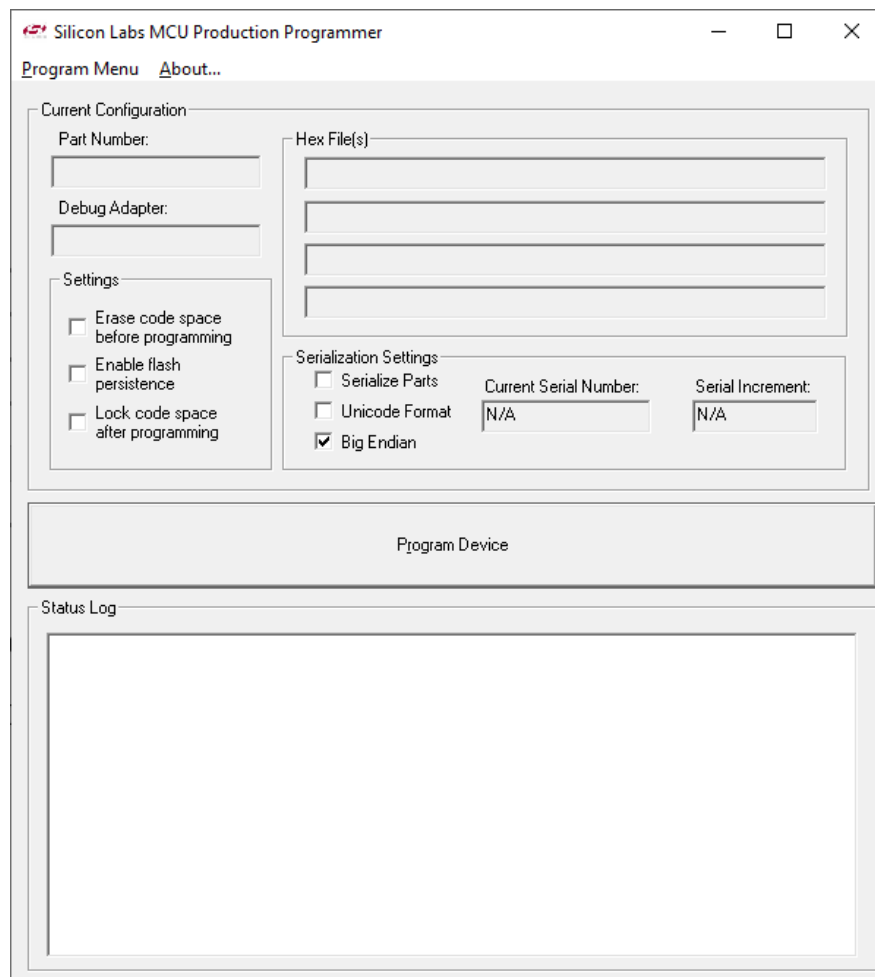

Рисунок 6 – Главное окно программы для прошивки
- USB Debug Adapter Silicon Labs - рисунок 6